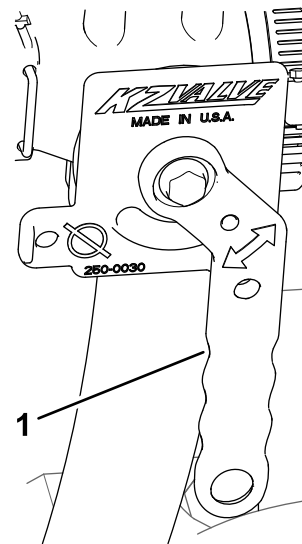

図 43
4. エダクタ停止バルブについているハンドルを回して開く図 43。
5. エダクタ停止バルブを閉じる 図 43 エダクタを使用する \(ページ 22\)を参照。